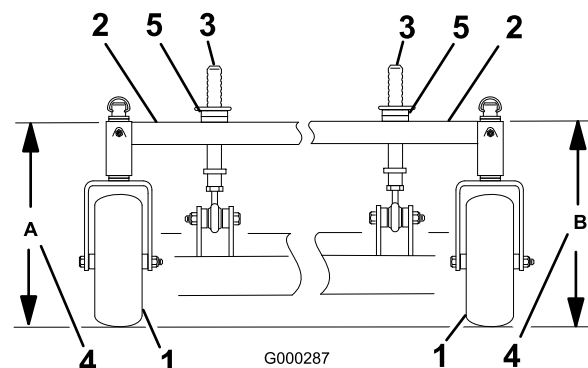

Figure 75
4. Mesurez la hauteur du bâti porteur au point **A** (Figure 75).
5. Mesurez la hauteur du bâti porteur au point **B** (Figure 75).